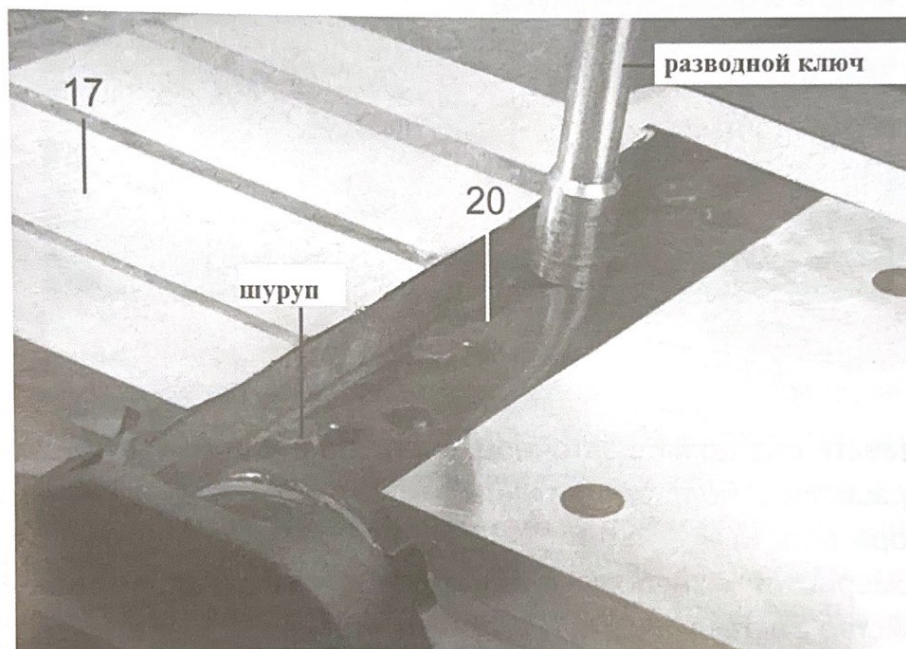

Рис.7
Чтобы снять нож рубанка, поворачивайте головку ножа 18, пока фиксатор ножа 20 не будет параллельным колодке рубанка 17. С помощью ключа ослабьте четыре винта и снимите их. Затем снимите фиксатор ножа 20. (См. рис. 7)
- 19, чтобы вытащить его из головки ножа 18 или из направляющей канавки. Поверните головку ножа еще на 180 и повторите процедуру для снятия второго ножа. (см. рис. 7)